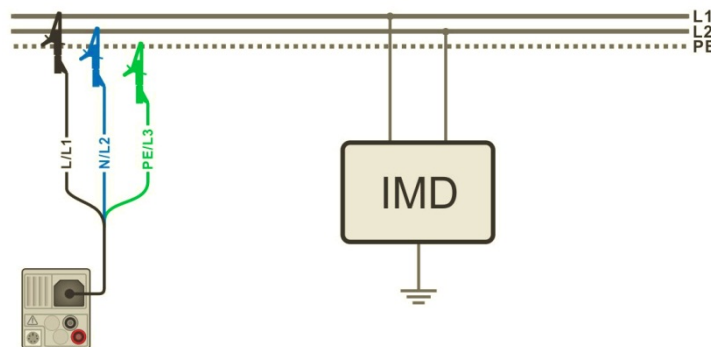
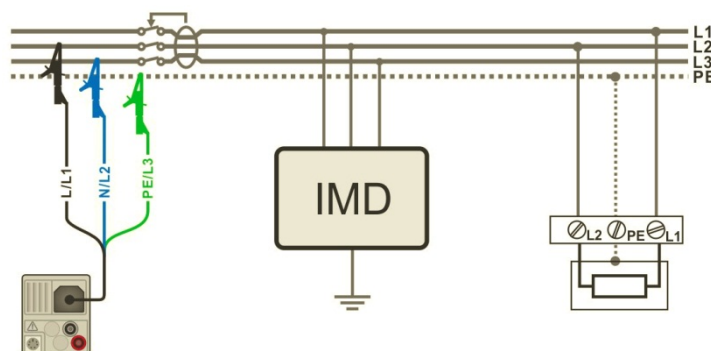

Abbildung 7.68: Messung des höchsten ersten Fehlerableitstrom mit der 3-Leiter-Messleitung
Abbildung 7.69: Messung des ersten Fehlerableitstrom im RCD geschützten Stromkreis mit der 3-Leiter-Messleitung
- › Schließen Sie die Prüfleitungen am Prüfling an., siehe Abbildung 7.68 und Abbildung 7.69.